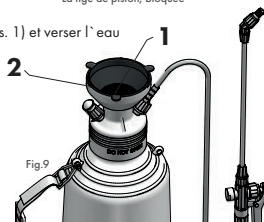

Fig.9
Dans la tulipe de la tête (fig. 9/pos. 2) Mettre le tamis (fig. 9/pos. 1) et verser l'eau. Enlever le tamis (fig. 9/pos. 1) de la tulipe de la tête (fig. 9/pos. 2).
Mettre le tamis (fig. 9/pos. 2) dans la tulipe de la tête (fig. 9/pos. 1) et verser l'agent de pulvérisation préparé au préalable conformément aux recommandations du fabriquant.
Enlever le tamis (fig. 9/pos. 1) de la tulipe de la tête (fig. 9/pos. 2). Visser la pompe (fig. 1/pos. 5) dans la tête (fig. 1/pos. 4). Pour ce faire, il faut bloquer la tige de piston de la pompe (fig. 8b/pos. 1) dans les manchons du cylindre (fig. 8b/pos. 2). Il faut faire attention à garder toujours l'étanchéité du raccord. La tige de piston ainsi bloquée peut servir comme la poignée de transport.